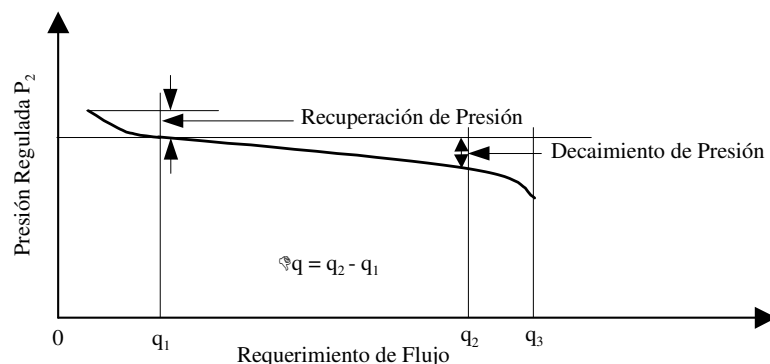

Fig. 4. Esquemático de un regulador pilotado.
2.) Reguladores Pilotados: los reguladores pilotados están conformados por un pequeño regulador, o piloto, que es utilizado como control del regulador principal (Fig. 4). El piloto, amplificador o multiplicador tiene la habilidad de traducir los pequeños cambios en la presión aguas abajo, en grandes cambios aplicados sobre el instrumento de medida (diafragma).